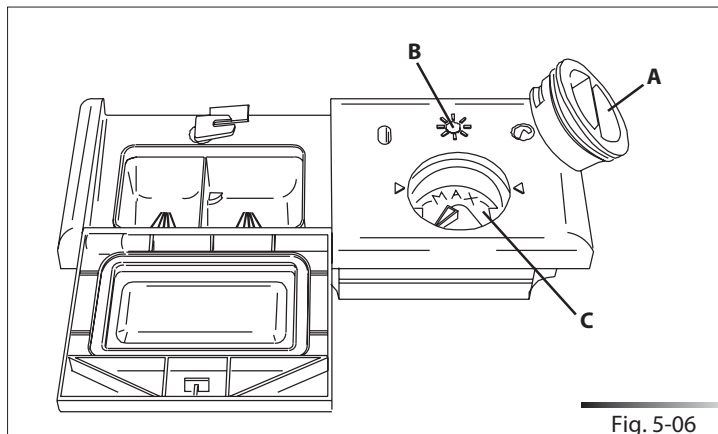

Fig. 5-06
- dévisser le bouchon (réf. A fig. 5-06) du réservoir de $\frac{1}{4}$ de tour dans le sens inverse des aiguilles d'une montre et l'enlever;
- verser le liquide de rinçage jusqu'à remplir le réservoir (140 ml environ); l'indicateur optique (réf. B fig. 5-06) situé à côté du bouchon doit s'obscurcir complètement ; rajouter du liquide de rinçage quand l'indicateur optique devient clair ou que le symbole qui signale l'absence de liquide de rinçage s'allume sur l'afficheur (voir man. "Description des commandes").
- Remettre le bouchon (réf. A fig. 5-06) et le visser dans le sens des aiguilles d'une montre jusqu'à le fermer complètement.
Le dosage du liquide de rinçage peut être réglé sur 6 niveaux. À l'usine, le lave-vaisselle est réglé sur le niveau moyen (indicateur du sélecteur positionné sur "3"). Pour régler le dosage, tourner le sélecteur (réf. C fig. 5-06) situé à l'intérieur du doseur sur la position souhaitée. La dose sera proportionnelle à la position du sélecteur : la dose minimum de liquide de rinçage (indicateur du sélecteur positionné sur "1 ") est d'environ 1 ml, tandis que la dose maximum (indicateur du sélecteur positionné sur "6") est d'environ 6 ml.
- Pour accéder au réglage du doseur, il faut tourner le bouchon du réservoir (réf. A fig. 5-06) du réservoir de $\frac{1}{4}$ de tour dans le sens inverse des aiguilles d'une montre et l'enlever.